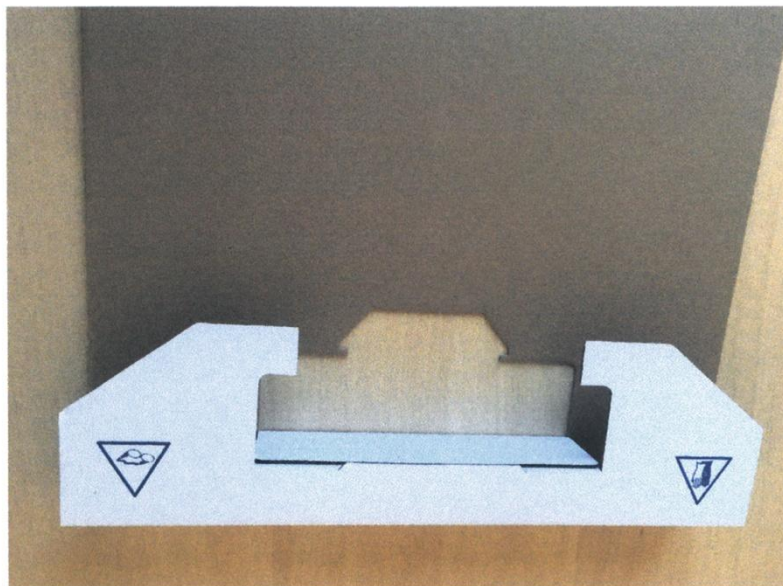

Fig. 4
- Fig. 4 przedstawia widok opakowania zamkniętego;